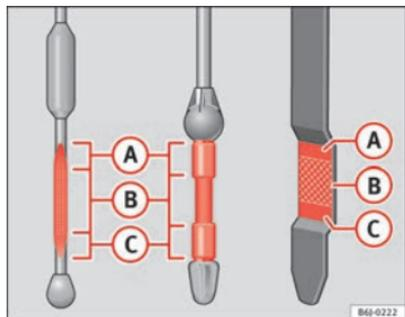

Fig. 117 Vareta de medição do nível de óleo
- Em seguida, retire-a novamente e verifique o nível do óleo ⇒ fig. 117. Caso seja necessário, reponha óleo do motor.